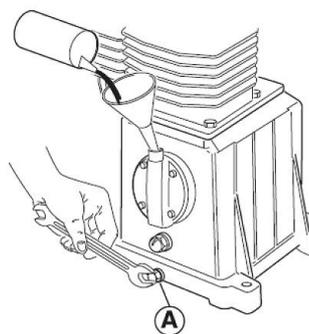

Abb. 18: Ölwechsel
Schritt 2: Nehmen Sie die Öleinfüllschraube bzw. den Ölmesstab heraus, drehen Sie die Ölabblass-Schraube (Pos. A, Abb. 18), heraus und sammeln Sie das Altöl in einem entsprechenden Behälter.